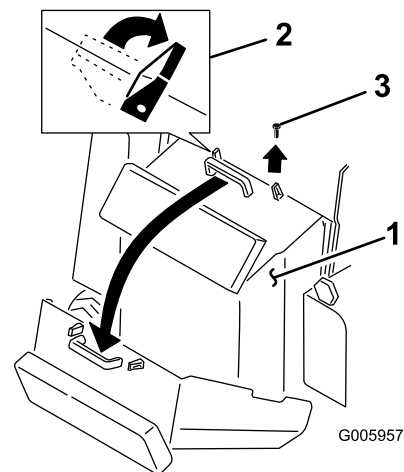

Bild 23
- Lösen Sie die zwei Blockierzangen oben auf der hinteren Abdeckplatte (Bild 23).
- Entfernen Sie die Schraube, die sich neben der rechten Blockierzange befindet (Bild 23).
- Fassen Sie den Griff an und ziehen Sie die Abdeckung nach oben und zurück, um sie zu öffnen (Bild 23).